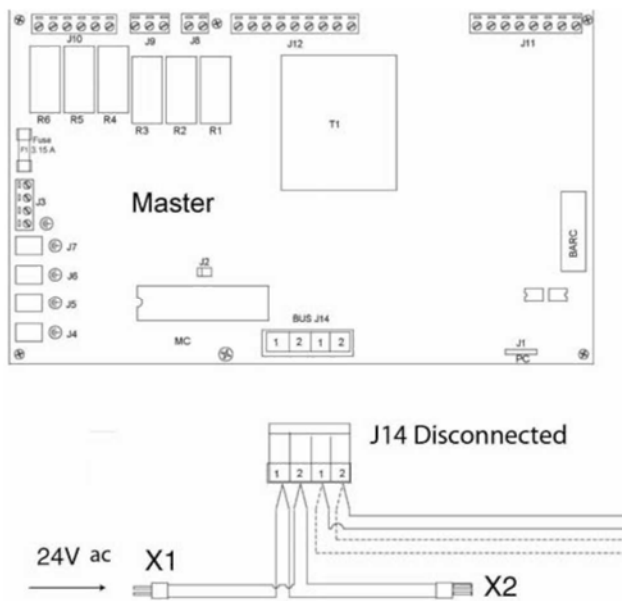

Рис. 27
- Разъем X1 или разъем X2, которые являются частью контакта J14, отсоединенного в пункте а) этой процедуры должен быть подсоединен к сети 24В переменного тока (см. рис. 27).